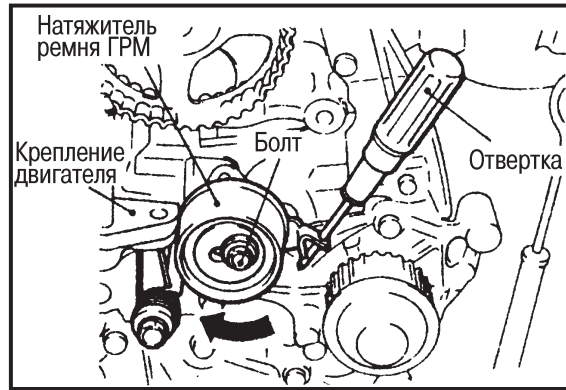

Рис. 1.61
- Сначала освободите натяжной ролик, подготавливая установку ремня ГРМ. Чтобы сделать это, вставьте отвертку, как показано на рис. 1.61, и отверните ролик насколько возможно дальше от крепления двигателя. В этом положении затяните болт крепления ролика.